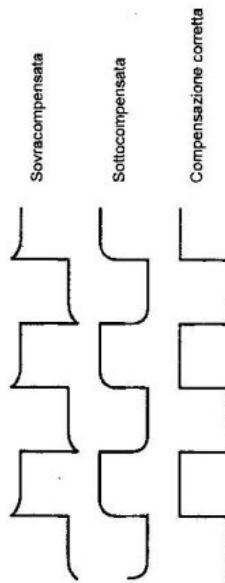

Figura 5-2 Tipica compensazione della forma d'onda
- 7) Osservare la forma d'onda visualizzata e confrontarla con quelle illustrate nella Figura 5-2. Se occorre regolare la sonda, procedere come descritto al punto 8. Se non è necessario effettuare alcuna regolazione, passare a "Verifica funzionale".